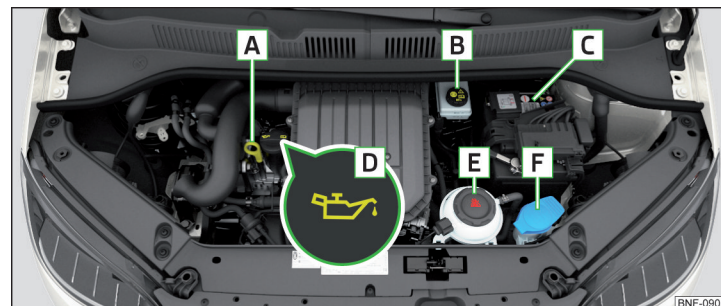

Fig. 139 Exemplu de amplasare în compartimentul motor
- ▶ Deșurubați capacul orificiului de umplere cu ulei  » fig. 139 la pagina 119.